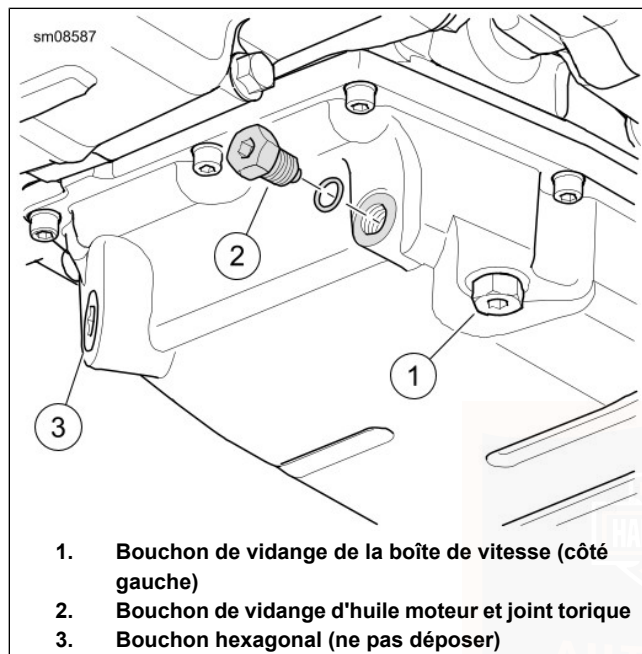

Figure 50. Carter d'huile
3. Voir Figure 50 . Retirer le bouchon de vidange d'huile (2) et le joint torique. Laisser l'huile se vidanger complètement.